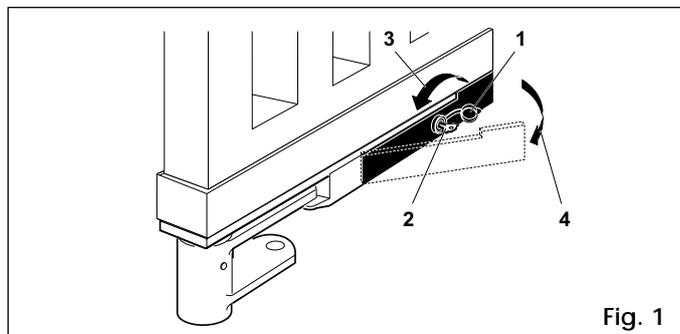

Fig. 1
Il dispositivo è inserito sulla staffa di sostegno del cancello (fig. 1-rif. 6) e permette di sbloccare il sistema sia dall'interno che dall'esterno della proprietà.
Lubrificare periodicamente il perno e la sfera nella staffa di sostegno attraverso l'apposito foro di fig. 1-rif.13. Mantenere lubrificati anche i perni dei leverismi, il pignone e l'ingranamento della serratura sulla staffa di bloccaggio (fig. 1-rif. 5), verificando l'efficienza del funzionamento manuale.
- aprire il tappo di protezione della serratura (fig. 1-rif. 1)
- introdurre la chiave di sblocco nella serratura (fig. 1-rif. 2)
- ruotare la chiave nella direzione del pilastro fino a battuta (fig. 1-rif. 3)
- tirare la leva verso di sé (fig. 1-rif. 4)